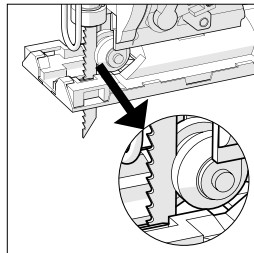

Abb. 2
- Prüfen, um sicherzustellen, dass die Rückseite des Sägeblatts richtig in die Nut der Führungsrolle eingesetzt ist. **(Abb. 2)**